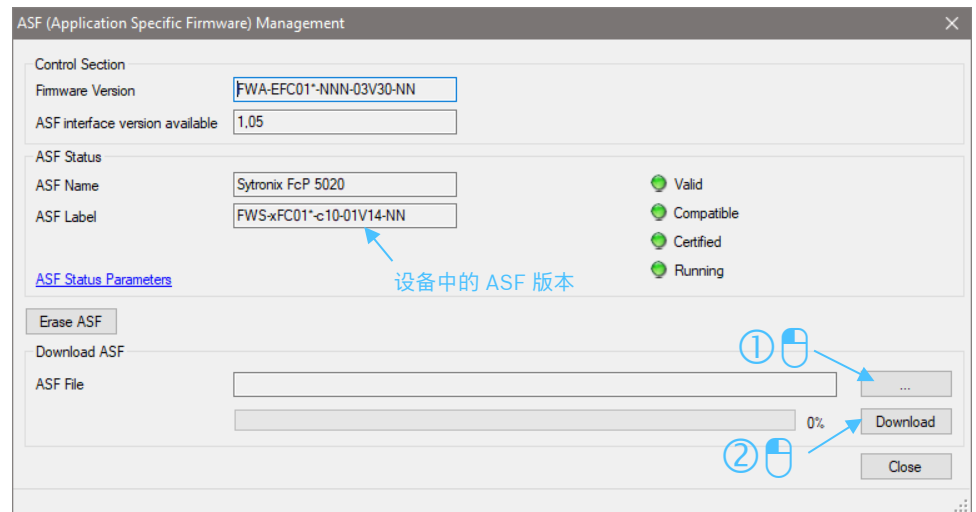

图 15: ASF 更新窗口
- ▶ 单击 "..." 导航至 ASF 文件 (\*.ibf)，然后单击 "下载" 将其下载到设备上（请参见 图 15: ASF 更新窗口）。